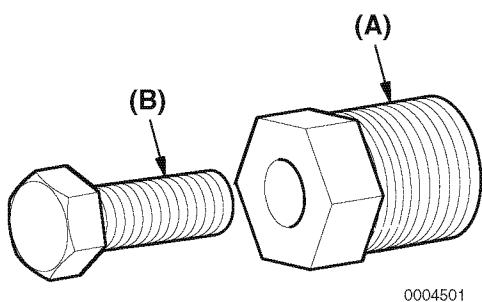

Figure 15
- Installare l'estrattore (Figure 15, (A)) nella girante.
- Ruotare la vite di pressione (Figure 15, (B)) in senso orario per estrarre la girante dal corpo della pompa.